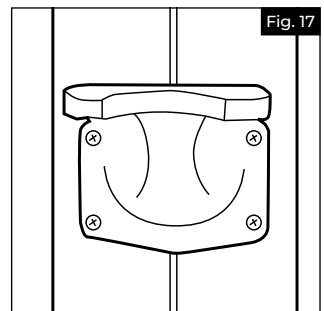

Fig. 17
- Sujetar con mordaza el ensamblaje de esquina al soporte de esquina interior. Con una broca de  $\frac{3}{8}$ ", taladrar y fijar el soporte con los tornillos suministrados (Fig. 17).